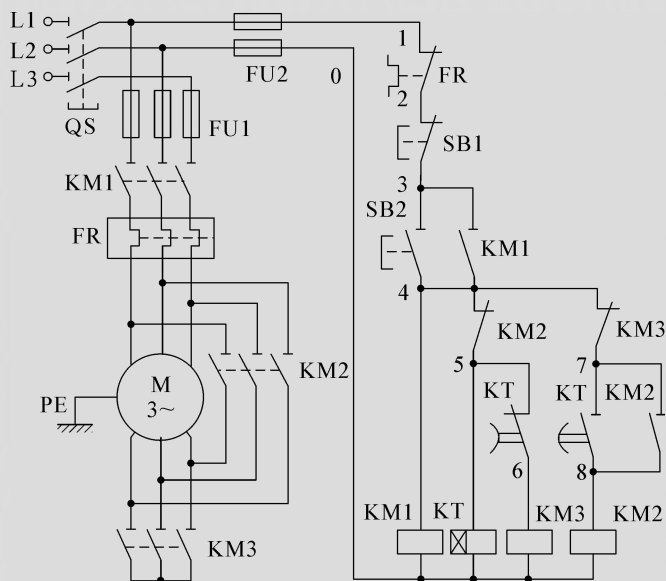

图 2-3 星形-三角形降压启动控制电路图
大型设备利用电动机提供动力时,所配置的电动机容量往往很大(图 2-1),在容量较大的电动机电路中,由于启动电流大,会使电网电压受到冲击,所以一般采用降压启动(图 2-2)。如图 2-3 所示是一种常用的三相交流异步电动机的降压启动电路,称为星-三角降压启动电路。
(2) 自动控制 Y- Δ 降压启动电路 由于手动控制需要人为控制转换时间,不精确、不方便,同时直接在大电流和高电压的主电路上进行切换操作,不安全,也不利于实现自动化控制。因此常使用时间继电器来控制切换时间,并实现自动切断,利用主令电器和其他控制器件实现电磁控制。如图 2-3 所示, KM1 用于接通分断主电路, KM3 主触点实现星形连接, KM2 主触点实现三角形连接,通过时间继电器 KT 实现两种接法自动延时切换。
如图 2-3 所示为星形-三角形降压启动控制电路图。